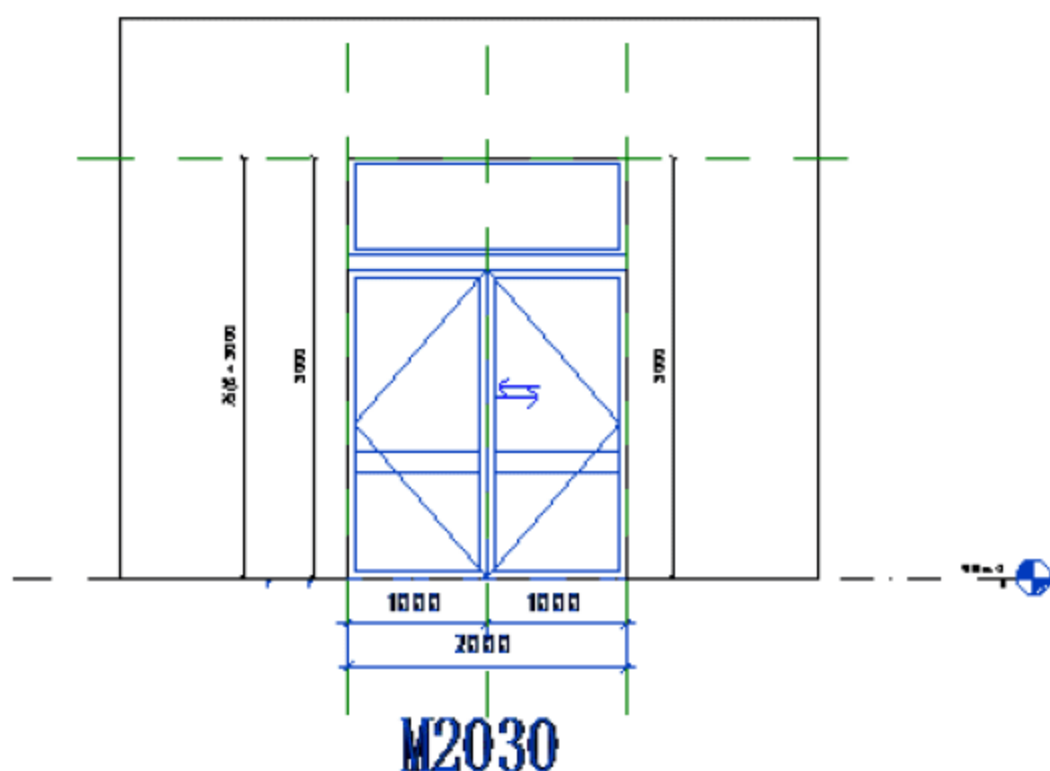

图 6.1.52 调整后的双开门 M2030.dwg
(8) 调整 CAD 图形。单击选定导入的“M0921”CAD 图形。按快捷键 M+V，将“双开门 M2030”导入的 CAD 图形移动至如图 6.1.52 所示位置。